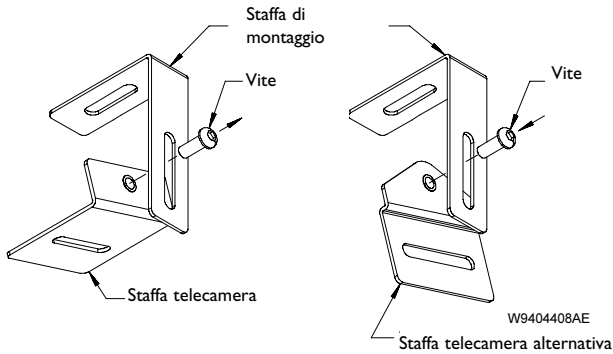

Figura 5: Montaggio staffa telecamera alternativa
1. Se l'installazione richiede che la telecamera venga montata in orizzontale sulla parete, rimuovere la staffa porta telecamera dal sistema di fissaggio ed installare la staffa alternativa fornita con il kit ferramenta. Vedi figura 5.